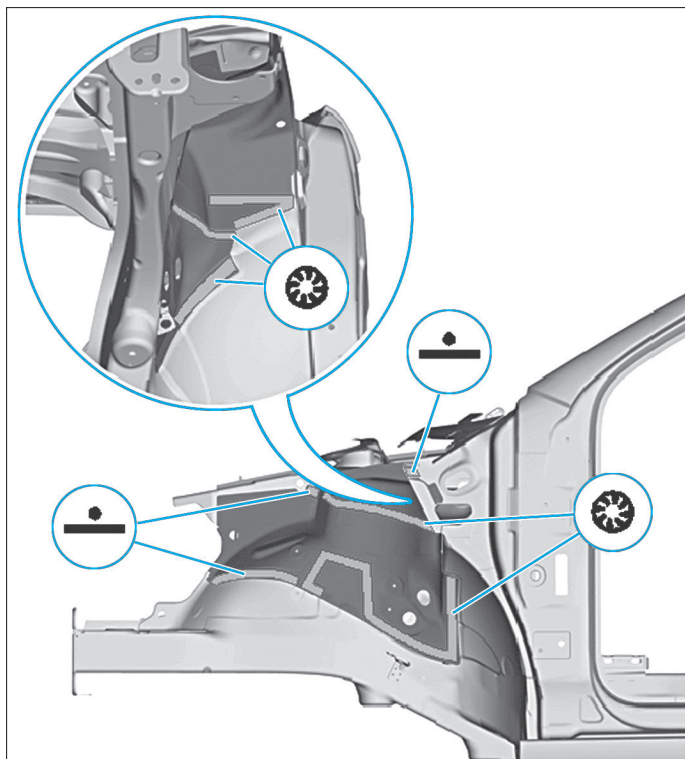

FIG. 37
• Souder le passage de roue avec la tourelle de jambe de force à la pointeuse électrique et par bouchonnage (Fig.37).